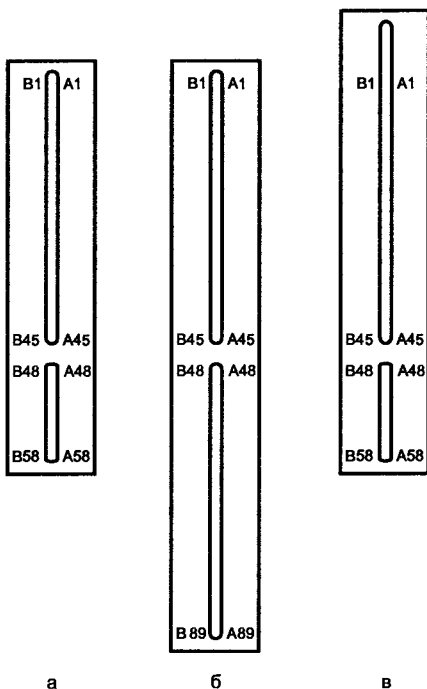

Рис. 4.8. Слоты MCA: а — 16-битный, б — 32-битный, в — 16-битный с расширением
- **16-битный слот** (рис. 4.8а) использует контакты A1/B1–A45/B45 для 8-битных операций и A48/B48–A58/B58 для 16-битных. Пропущенные номера 46, 47 — ключ для всех слотов.
- **32-битный слот** (рис. 4.8б) имеет удлиненную вторую секцию с контактами A48/B48–A89/B89.
Перед контактами A1/B1 возможно одно из двух *расширений* за счет удлинения первой секции (рис. 4.8в):